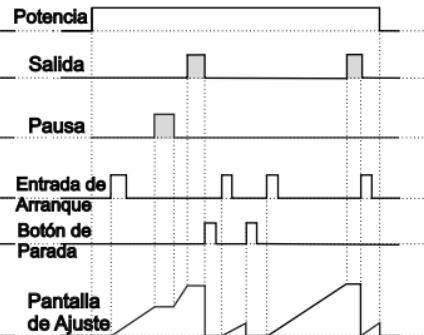

Figura 2.4
1.4.2 Si Conteo Ascendente ***DEct*** = 0 y ***outF*** es ***0FF***, el diagrama de control se muestra la figura 2.4.